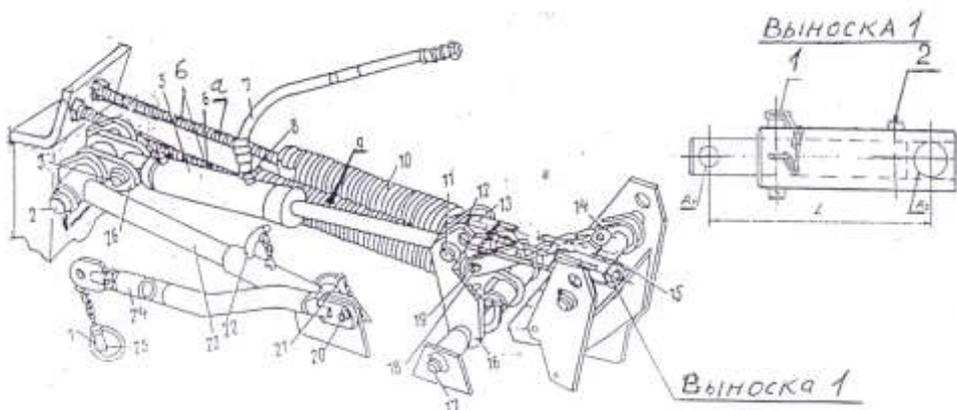

Рис. 10 Механизм уравнивания и гидрооборудования
5.3.4.Регулирование механизма уравнивания режущего аппарата (рис.10).
5.3.6. Регулирование транспортной тяги (рис.10).
- 6.5.** Штырь 22 (рис.10) телескопического стопорного устройства должен быть вынут из отверстия.
- 6.11.** Только для КРН-2.1 с защитным кожухом. При работе на участках с уклоном необходимо ослабить натяжение пружин 9 с помощью шпилекб (рис.10), вынуть штырь из отверстия 2 (положение для работы на ровных участках (рис.10 выноска 1). После окончания работ зафиксировать штырь в отверстие 2 и подтянуть пружины 9